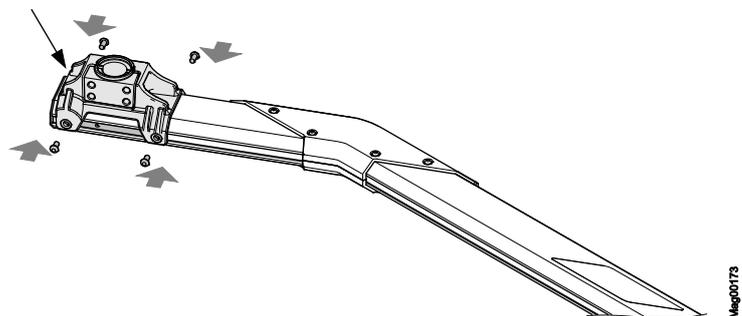

Рис. 29: Монтаж фланца
17. Закрепить фланец с обратной стороны стрелы шлагбаума. Соблюдать положение обеих установочных шпонок. Короткий выступ фланца должен указывать в направлении конца стрелы шлагбаума. → См. также стр. 84, Рис. 29.